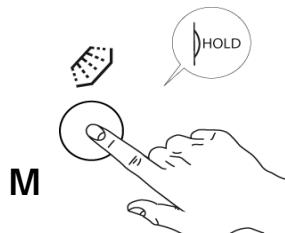

Abb. 32
- 1- Halten Sie den KNOPF "G" - manuelle kalteNachspülung - während der gesamten Dauer, in der das Geschirr gekühlt werden soll, gedrückt. (Abb. 32)